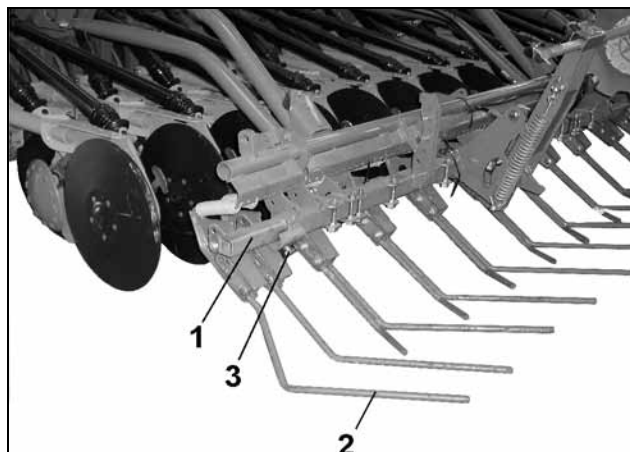

Fig. 30
Il coprisemi (Fig. 30) copre la semente depositata nel solco di semina in modo uniforme con la terra non compattata e livella il suolo.
- Gli strigliatori esterni (Fig. 30/2) devono essere impostati in modo tale che il terreno venga riportato indietro e si formi un letto di semina senza tracce.
- Maggiore è la velocità di marcia, più il tubo quadrato (Fig. 30/1) dovrà essere spostato verso l'esterno.
- I tubi quadrati con gli strigliatori esterni devono essere assicurati con le viti di bloccaggio (Fig. 30/3) al termine di ogni regolazione.